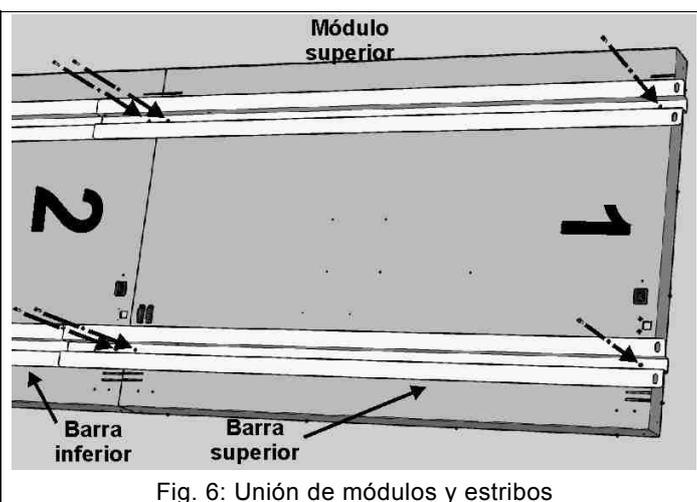

Fig. 6: Unión de módulos y estribos
3. Ponga los módulos con el panel frontal mirando al suelo, siguiendo la numeración indicada en el panel trasero (Fig. 6), para componer el marcador deseado (véanse los distintos modelos en el capítulo 1). Coloque los dos estribos sobre los módulos alineando los agujeros de montaje; fíjelos bien a los módulos con los tornillos incluidos (Fig. 6) usando un destornillador de cruz.